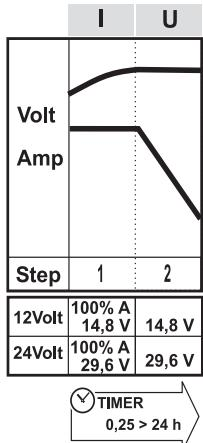

Fig.4
- ❹ Il carica batterie è pronto per avviare dopo 10 secondi dall’ultima selezione. Una volta in funzione non è più possibile cambiare la tensione della batteria.
- ❺ L’avviamento rapido ha una durata di 4” ed è seguito da una pausa di 40”. Fig.4. I cicli sono controllati dal microprocessore: non è possibile avviare un veicolo durante la fase di pausa.